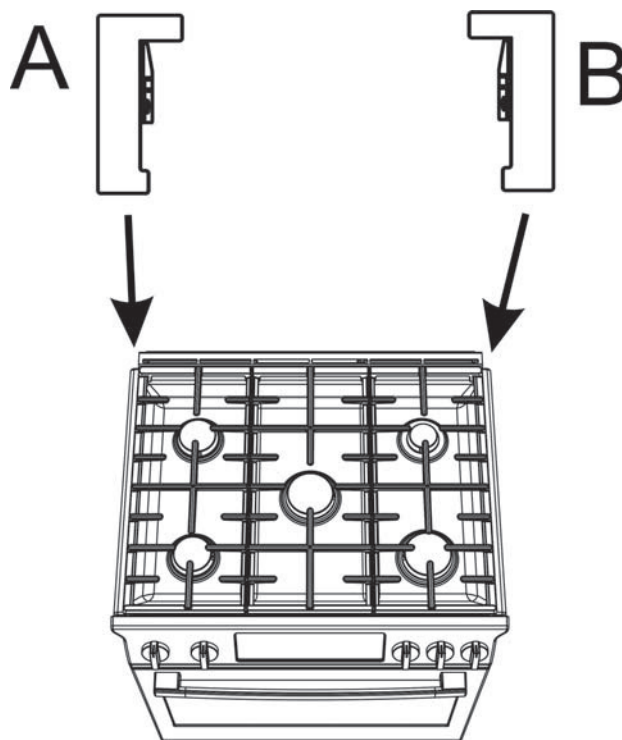
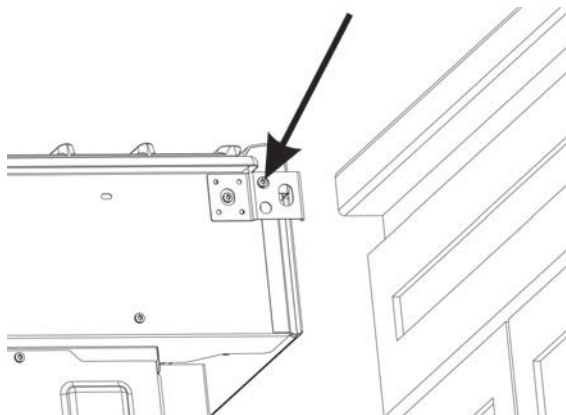

Figure 1 : Identifier les cache-coins droits et gauches
Figure 2 : Emplacement des vis latérales de la garniture arrière
IMPORTANT! Si la cuisinière est déjà installée, peut-on la faire glisser suffisamment vers l'avant pour pouvoir accéder aux vis latérales de la garniture arrière ? Voir Figure 1 : Identifier les cache-coins droits et gauches et Figure 2 : Emplacement des vis latérales de la garniture arrière.
2. Identifiez le cache-coin qui doit être fixé à gauche (A) et à droite (B) à l'arrière de la cuisinière. Voir Figure 1 : Identifier les cache-coins droits et gauches.
3. Faites glisser la cuisinière suffisamment vers l'avant pour pouvoir accéder aux vis de montage latérales de la garniture arrière (voir Figure 2 : Emplacement des vis latérales de la garniture arrière). Lisez l'avis relatif à la *Bonne technique de maintenance* dans la section sur la sécurité du présent manuel.
- Retirez uniquement les deux vis latérales qui maintiennent la garniture arrière (une de chaque côté); voir Figure 2 : Emplacement des vis latérales de la garniture arrière. Conservez ces vis pour fixer les cache-coins. Si aucune vis ne se trouve à ces emplacements, vous les trouverez dans le nécessaire fourni à cet effet.